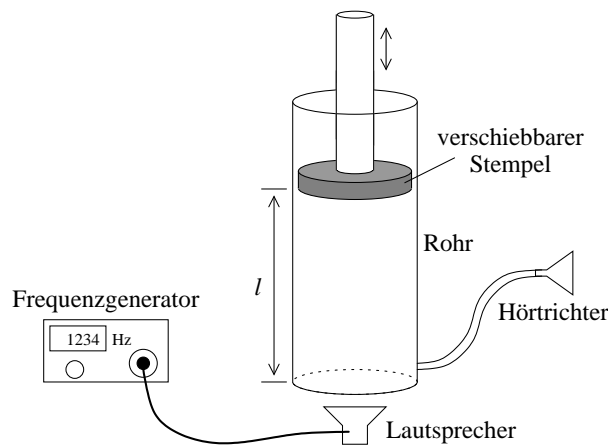

Abbildung 6: Aufbau zur Erzeugung stehender Wellen in einem Rohr
In einem Rohr wird die Luftsäule mit einer festen Frequenz angeregt (vgl. Abbildung 6). Bei bestimmten Rohrlängen lassen sich Resonanzen beobachten. Für die Resonanzbedingung beachten Sie die Gleichungen (12) und (13). Über die Länge des Rohres und die Anregungsfrequenz kann die Schallgeschwindigkeit ermittelt werden.